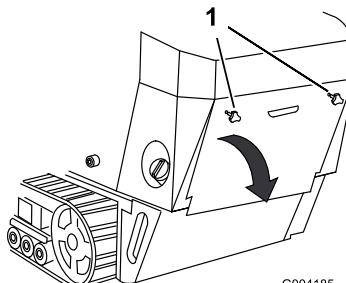

Bild 28
1. Schrauben Sie die 2 Handräder ab, mit denen die hintere Abdeckung an der Maschine befestigt ist (Bild 28).
2. Kippen Sie die hintere Abdeckung nach unten und nehmen Sie diese ab, um an die internen Bauteile heran zu kommen (Bild 28).